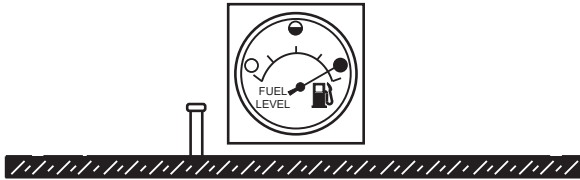

Figure 33. Réservoir de carburant plein
3. **Ne remplissez JAMAIS trop le réservoir de carburant** - Il est important de lire la jauge de carburant lorsque vous remplissez le réservoir de carburant. **NE PAS** attendre que le carburant monte dans le goulot de remplissage (Figure 33).